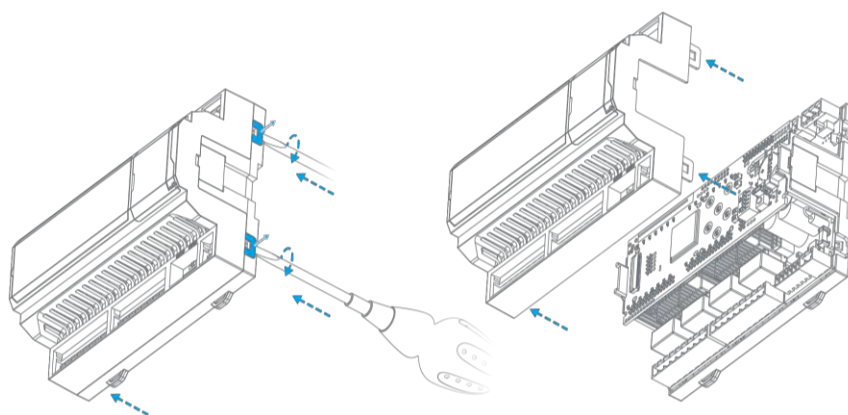

Рис. 66 – Разборка корпуса
- Снимите верхнюю часть корпуса, последовательно подцепив шлицевой отверткой две защелки сначала с одной стороны корпуса, а затем с другой, как показано на Рис. 66 при этом с двух сторон корпуса освобождаются боковые крышки (при их наличии);